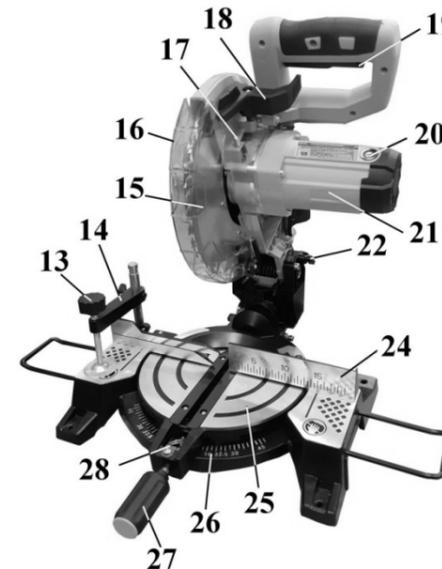

Рис. 2А
При переносе пилы полностью опустите рукоятку пилы (11) и зафиксируйте ее в нижнем положении с помощью штифта блокировки пилы в нижнем положении (22), Рис.2; 2А. Закрепите поворотный стол (25) с помощью ручки фиксации рабочего стола (27), Рис.2А. Для удобства переносите пилу, держа за ручку для переноски (9), Рис.3.
**ПРЕДУПРЕЖДЕНИЕ:** Прежде всего, убедитесь в том, что пила отключена от электрической сети. Штифт блокировки пилы в нижнем положении (22) служит только для переноски, а не для пиления.
Слегка нажмите на рукоятку пилы (11), Рис.2, и оттяните штифт блокировки пилы в нижнем положении (22), Рис.2А. После этого пилу можно переместить в верхнее положение.
Вращением ручки поворота и фиксации рабочего стола (27) на 1-2 оборота против часовой стрелки ослабьте фиксацию положения рабочего стола (25) Рис.2А. За ручку поворота и фиксации рабочего стола (27) установите рабочий стол (25) в положение 0° по указателю (28) на шкале (26). Зафиксируйте положение ручкой (27), Рис.2А.
8.4. Установка удлинителей стола, (Рис. 2,4)
Рекомендуем закрепить пилу болтами на ровной и устойчивой поверхности верстака. Для этой цели в основании пилы выполнены четыре отверстия (12), Рис. 2. Это повысит безопасность работы и предотвратит опрокидывание пилы.